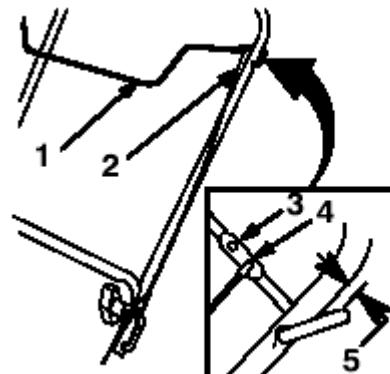

图12
1、插控制线上部末端于控制杆架底端的孔。如图12所示。 (图12)
3、确保控制杆和扶手间有一个1/16到1/8英寸 (1.6到3.2mm) 的间隙。参见图12，调节间隙的方法，参见“保养”中“调节控制杆”部分。